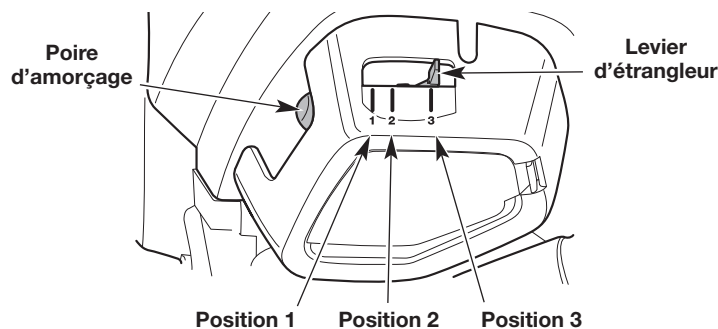

Fig. 9
3. Appuyez lentement et relâchez la poire d'amorçage à **10 reprises** (Fig. 9).
4. Déplacez le levier d'étrangleur en **Position 1** (Fig. 9).
7. Continuez d'appuyer sur la manette des gaz. Déplacez le levier d'étrangleur en **Position 2** (Fig. 9).
10. Continuez d'appuyer sur la manette des gaz. Déplacez le levier d'étrangleur à la **Position 3** (Fig. 9) et laissez le moteur chauffer pendant 60 secondes supplémentaires. L'appareil peut être utilisé pendant ce laps de temps.